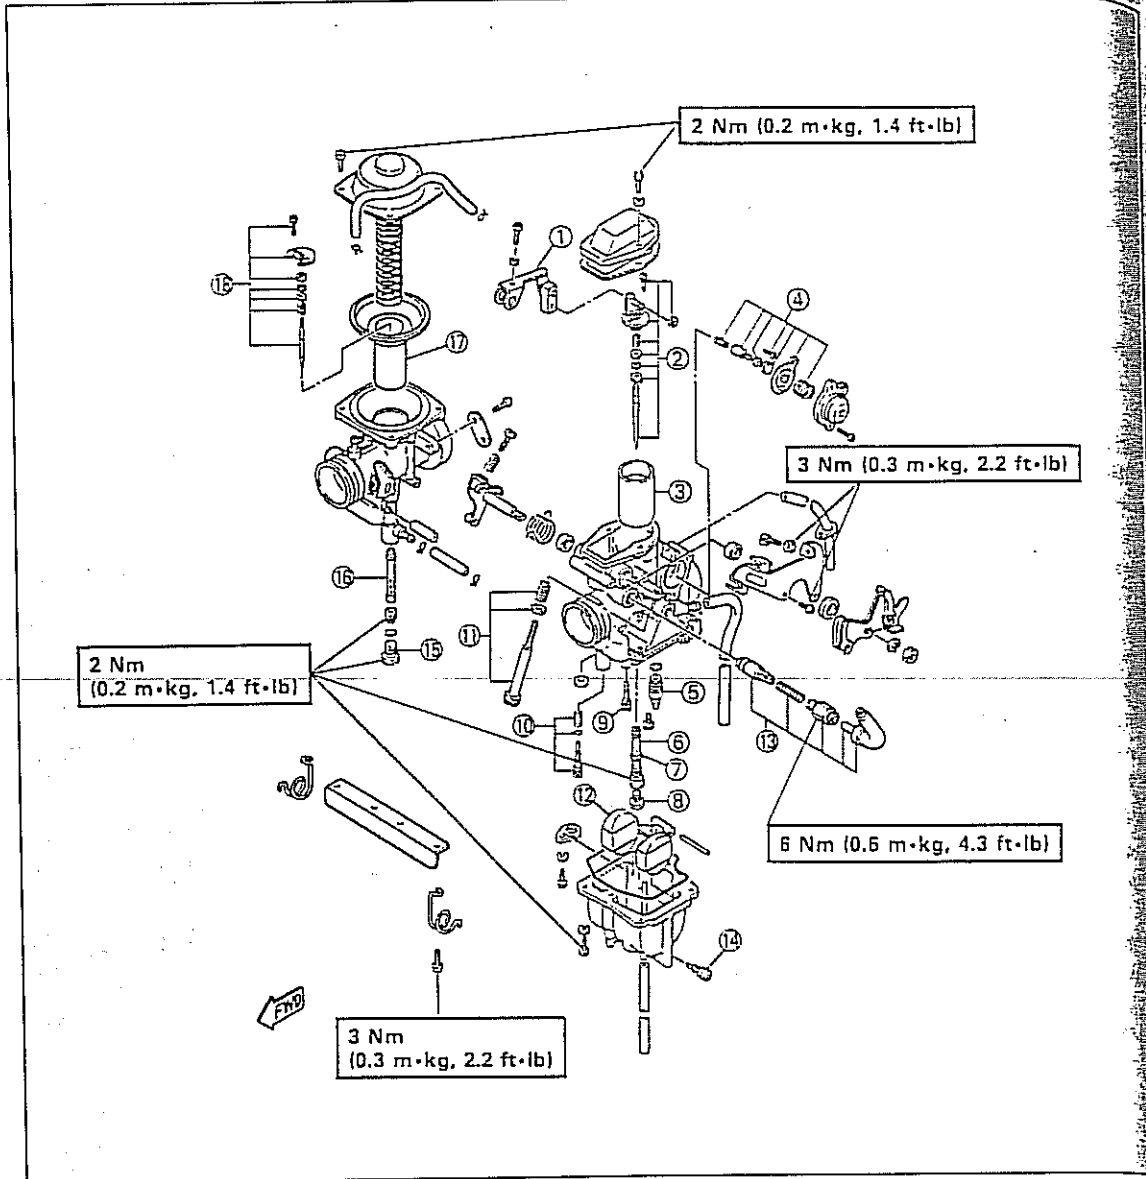

Bild 265
- Düsennadel mit Betätigungsarm am Schieberkolben befestigen und komplett in Gehäuse einsetzen. Siehe Bild 265. Betätigungswelle einschieben und Arm mit Welle verschrauben. Dekkel aufsetzen (zwei Kreuzschlitzschrauben).